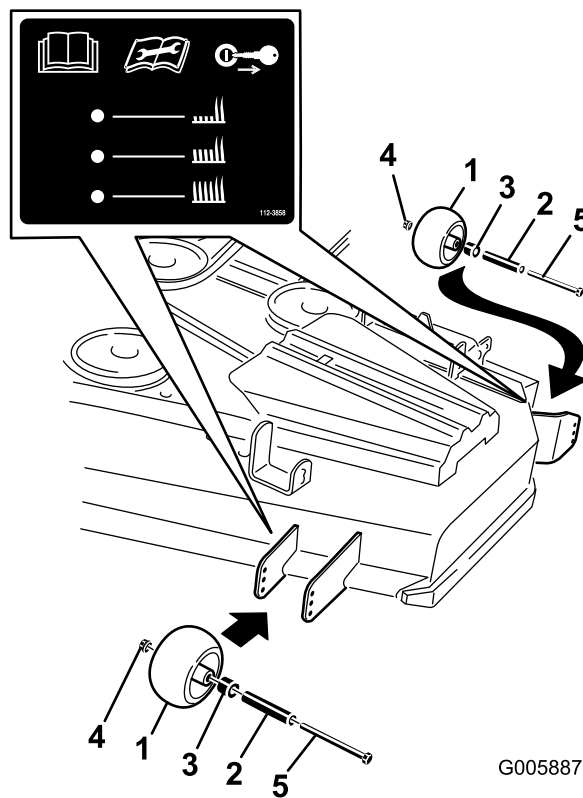
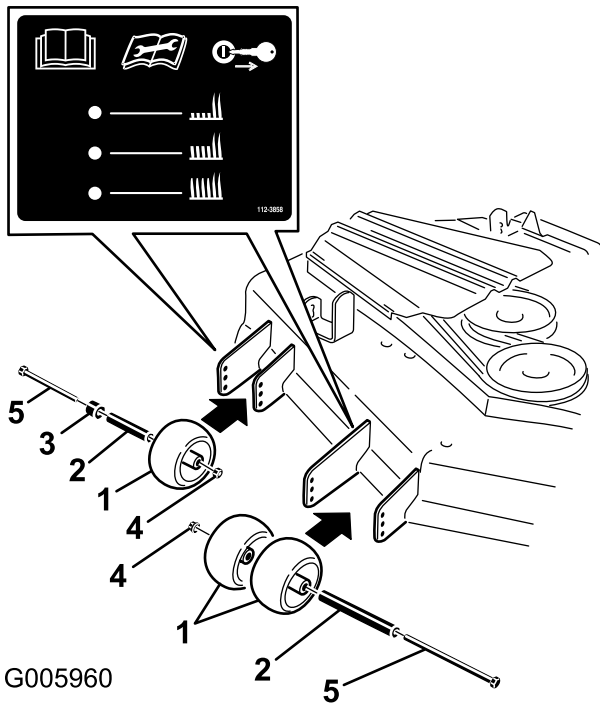

Figure 19
Figure 20
3. Après avoir réglé la hauteur de coupe, réglez les galets en retirant l'écrou à embase, la bague, l'entretoise et le boulon (Figure 19 ou Figure 20).
**Remarque:** Les 2 galets centraux n'ont pas d'entretoise (Figure 19 ou Figure 20).
5. Posez l'écrou à embase, la bague, l'entretoise et le boulon. Serrez à un couple de 54 à 61 N·m (Figure 19 ou Figure 20).